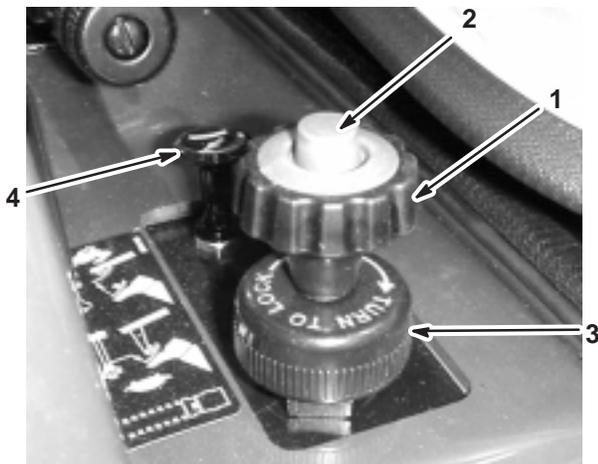

Bild 14
Der Geschwindigkeitsbegrenzer ist ein großes Handrad an der rechten Seite des Sitzes (Bild 14). Mit dem Handrad können Sie das maximale Durchtreten des Gaspedals und damit die maximale Geschwindigkeit des Sprühgeräts einstellen.
2. Drücken Sie die Taste oben am Handrad des Geschwindigkeitsbegrenzers und ziehen Sie es nach oben, bis es das Gaspedal berührt. Lassen Sie dann die Taste los (Bild 14).
4. Nach dem Einstellen können Sie die Stellung arretieren. Drehen Sie hierfür den Arretierungsring unten am Geschwindigkeitsbegrenzer im Uhrzeigersinn, bis er fest sitzt (Bild 14). Drehen Sie zum Lösen der Arretierung den Arretierungsring entgegen dem Uhrzeigersinn, bis er lose ist.
Der Choke ist ein kleines Handrad an der rechten Seite des Sitzes. (Bild 14). Ziehen Sie zum Anlassen eines kalten Motors den Chokehebel heraus. Regeln Sie den Choke nachdem der Motor angesprungen ist so, dass der Motor ruhig läuft. Drücken Sie den Hebel so bald wie möglich ganz hinein (Aus-Stellung). Ein bereits warmer Motor erfordert keine oder fast keine Starthilfe.